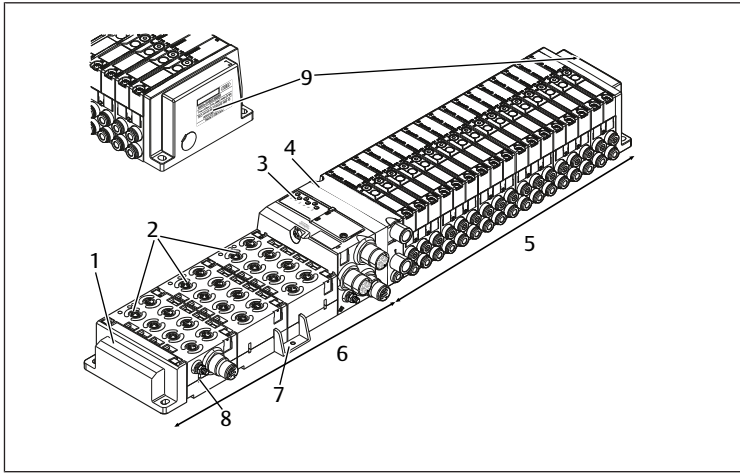
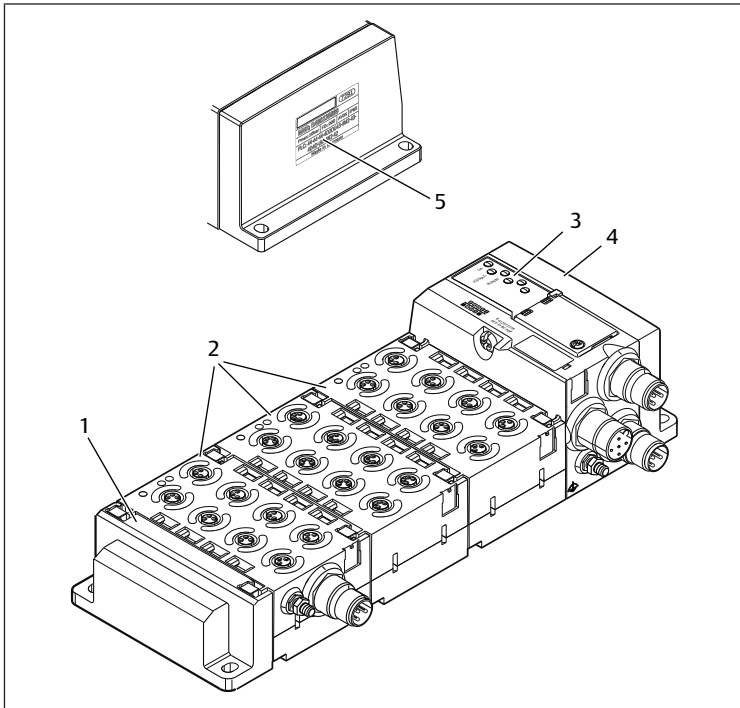

Abb. 1: Einheit aus Ventilen der Serie AV und einer AES-Einheit
Abb. 2: AES-Einheit als Standalone-Variante
- rechts mit drei Schrauben an der Adapterplatte (siehe Abb. 1: Einheit aus Ventilen der Serie AV und einer AES-Einheit (4) und Abb. 12: Buskoppler rechts befestigen) oder an der rechten Endplatte für die Stand-alone-Variante (siehe Abb. 2: AES-Einheit als Standalone-Variante (4) und Abb. 2: AES-Einheit als Standalone-Variante),
- links mit zwei Federklemmelementen an einem E/A-Modul (siehe Abb. 1: Einheit aus Ventilen der Serie AV und einer AES-Einheit (2)) oder an der linken Endplatte (siehe Abb. 1: Einheit aus Ventilen der Serie AV und einer AES-Einheit (1)).
(siehe Abb. 1: Einheit aus Ventilen der Serie AV und einer AES-Einheit (3)) oder E/A-Modul,
3. Entfernen Sie ggf. die Haltewinkel (siehe Abb. 1: Einheit aus Ventilen der Serie AV und einer AES-Einheit (7)) an den E/A-Modulen.